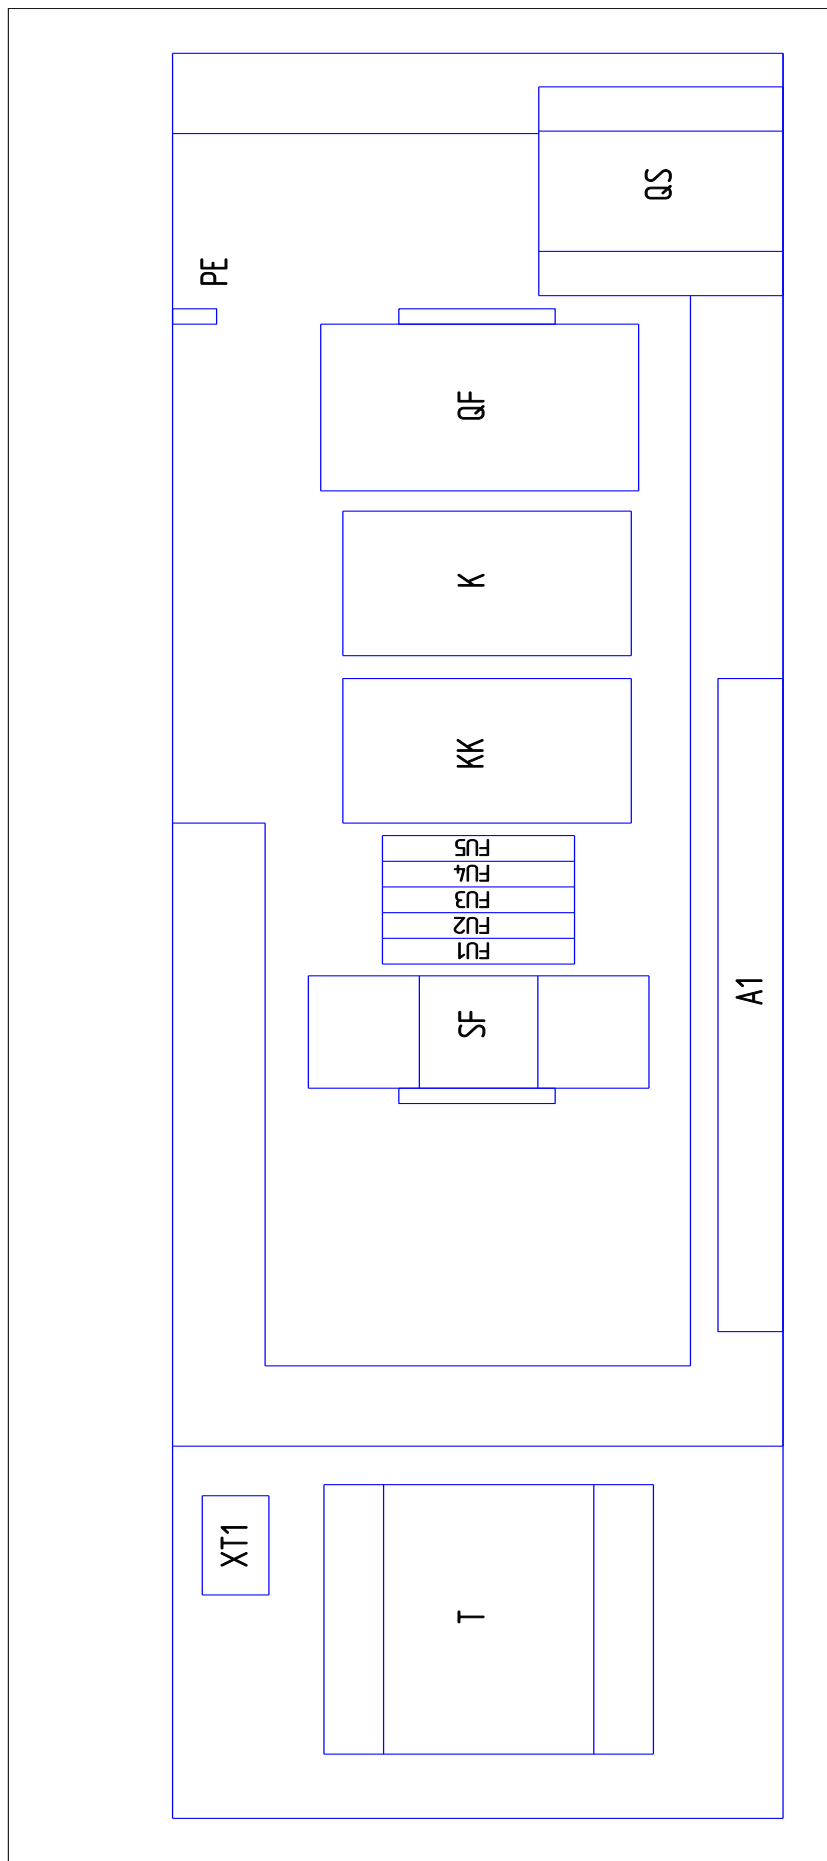

Рисунок 7 – Блок-схема компрессорной установки
14 – Шкаф с электроаппаратурой (см. рисунок 1 или 2, или 3) представляет собой короб закрытого типа с установленной платой, на которой смонтирована пуско-регулирующая аппаратура и устройства защиты (блок-схема см. рисунок 7), доступ к которым осуществляется путем демонтажа верхней панели корпуса и крышки шкафа.
- 4) Плавкие предохранители - (см. рисунок 7) защита цепей управления и сигнализации;